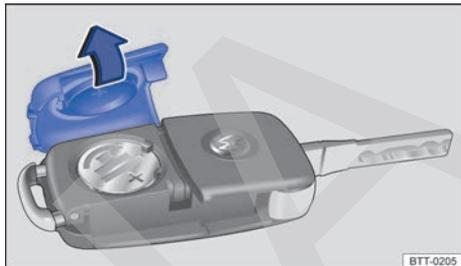

Fig. 21 Llave del vehículo con mando a distancia: abra la cubierta del alojamiento de la pila.
La pila se encuentra en el lado posterior de la llave con mando a distancia, debajo de una cubierta → **fig. 21**.
- Retire la cubierta en el lado posterior de la llave → **fig. 21** en el sentido de la flecha → ⌚.
- Coloque la cubierta como se indica → fig. 21 y presione en el sentido contrario al de la flecha sobre la carcasa de la llave del vehículo hasta encajarla.